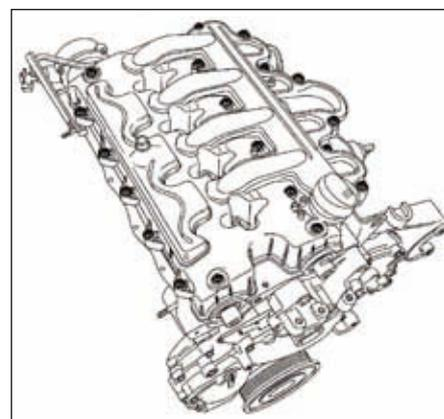

FIG.13
- les vis supérieures du répartiteur d'admission (Fig.13),